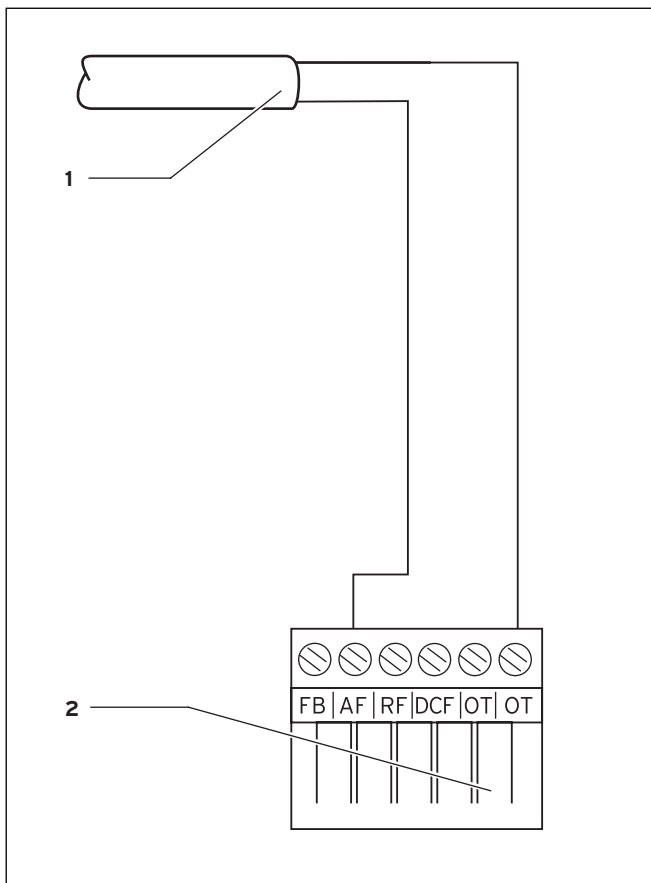

Рис. 5.2 Электropодключение наружного датчика VRC 693
- ⇒ Подключите соединительный кабель 6-полюсному крайовому штекеру согласно рис. 5.2.